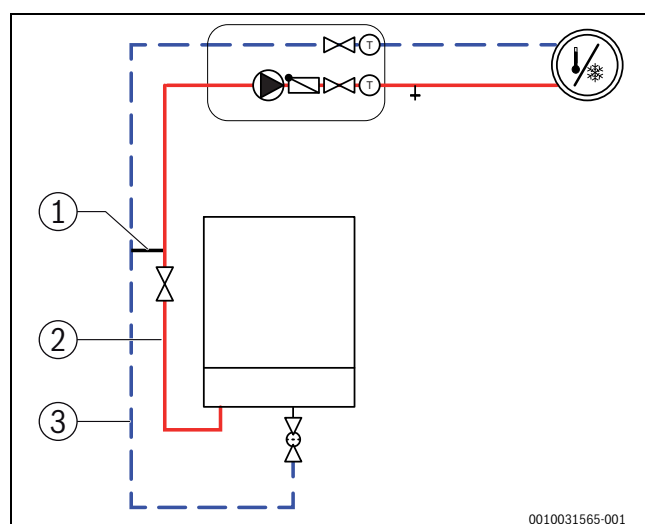

Fig. 8 Unité intérieure avec circuit de chauffage et by-pass
- Monter un by-pass [1] entre le départ [2] et le retour [3] (→ fig. 8) pour désaccoupler la pompe de chaudière hydrauliquement du circuit de chauffage. Pour le montage, tenir compte des dimensions et écarts prescrits (→ tabl. 4).